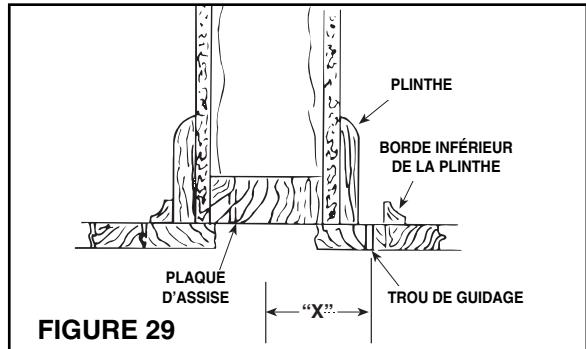

FIGURE 29
- Voyez la figure 29. Un petit trou "de guidage" ou "de repérage" peut être percé derrière le bord inférieur de la plinthe pour déterminer l'emplacement du trou de la tuyauterie de diamètre dans la plaque d'assise.